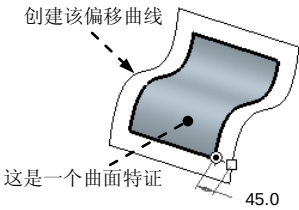
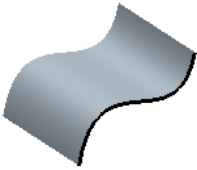

图 3.3.20 由曲面边界创建基准曲线
图 3.3.21 选中曲面的一条边线
如图 3.3.20 所示，现需要对一个曲面特征的边界进行偏移来创建基准曲线，操作步骤如下：
Step2. 在图 3.3.20 所示的模型中，选中曲面的一条边线，如图 3.3.21 所示。
Step4. 按住 Shift 键，将曲面的所有边线都选取；在操控板中输入 **偏距值** 45.0，并单击“反向”按钮；即产生图 3.3.20 所示的基准曲线。